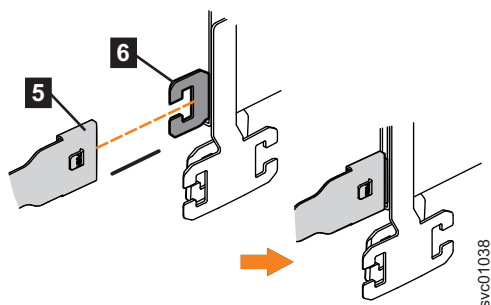

Figure 76. Fixation du connecteur de la glissière de support de l'élément supérieur du bras de routage des câbles sur la glissière de support droite
4. Fixez le connecteur de la glissière de support situé sur l'élément supérieur du bras de routage des câbles (**5**) à la base du connecteur située sur la glissière de support droite (**6**), comme indiqué dans la figure 76.